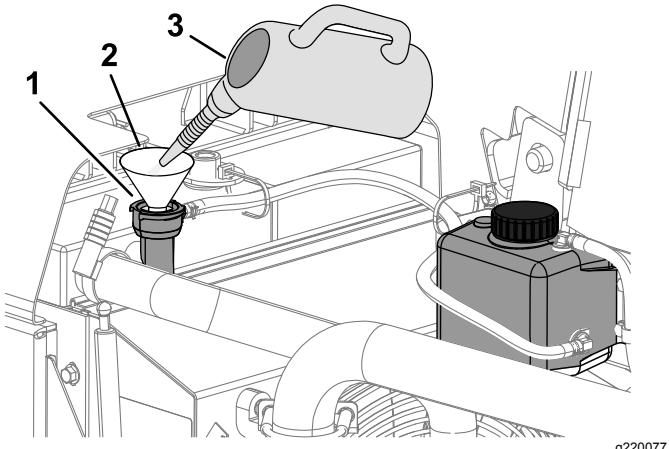

Рисунок 107
- В. Залейте чистящий раствор для системы охлаждения в радиатор через заливную горловину (Рисунок 107).